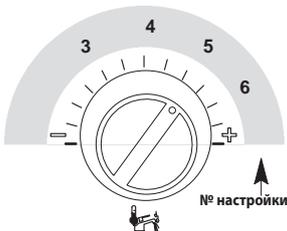

Рис. 7.5
Для отображения установленной настройки нажмите и удерживайте около 5 секунд кнопку сброса 4 (Рис. 3.2). Сигнальные индикаторы 1 (Рис. 3.2) мигнут количество раз, соответствующее настройке (Рис. 7.5).
- Чтобы изменить настройку, поверните регулятор температуры воды в системе горячего водоснабжения 2 (Рис. 3.2) и установите его в необходимое положение (см. Рис. 7.5: регулятор установлен на значение 3,5), при этом индикатор блокировки 5 (Рис. 3.2) быстро мигает.